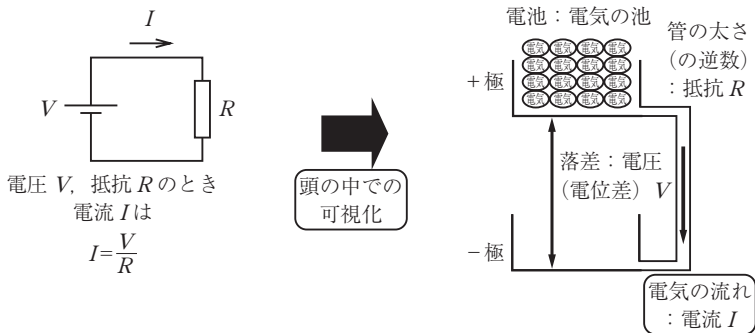

図0.1 オームの法則
さて、小学生あるいは中学生時代から学ぶオームの法則と、それを可視化してみたものをあわせて図0.1に示す。そもそも電池という言葉は「電」気の「池」という漢字があてはめられていることから、図のような「電気」なるものがたくさんたまっているものと考えられるだろう。まずは第一段階として高いほうの池を電池の+極、低いほうの池を-極と仮決めしてみよう。電圧はいわゆるその「電気」なるものがたまる場所の位置の差であり、電池が満タンの場合はすべての「電気」が電圧の値だけ高い位置にある池にたまっており、低いほうの池が「カラ」の状態とイメージできる。電圧は**電位差**とも呼ばれるが、まさしく「電」気的な「位」置の「差」を表している。さて、この電池に抵抗が接続されているということを、高い位置にある池と低いところの池が管によってつながれていると考えてみよう。すると、その管の太さを表す尺度（正確には管の太さの逆数）が抵抗 R と考えられる。言い換えれば、その管の、「電気」の移動を妨げる程度を表すパラメータが抵抗 R となるであろう。そこを通過して「電気」が下に落下する。その際に管を通る「電気」の量が「電」気の「流」れ、すなわち電流である。この可視化されたオームの法則から容易に推測できることは、管が太くなればそれだけ「電気」の移動を妨げる程度が
属端子の「電気」的な「位」置すなわち電位を基準に、コンセント右側の端子の電位が相対的にどのくらいのところに位置するかを各時間ごとに示したものである。電圧波形の①点の時間的瞬間には、左側端子の電位に対して、右側端子の電位が①点のところのグラフの縦軸値 V に対応した分だけ高いことを示しており、③点の瞬間には、左側の電位に対して、右側の電位がそのグラフの縦軸値分 $-V$ だけ高い（表現を変えれば、 V だけ低い）ことを示している。このように左右の電位の差が時々刻々と変わり、その上下関係さえも逆転するコンセントに、例えば電気スタンドをつないだとしよう。電気スタンドの電球も、**図 0.1** に示した抵抗のようなものと考えられるから、左右の電気の池の間を、抵抗値の逆数の太さを持つホースでつなぐようなイメージになるであろう。この場合も、電源の電位差に応じて「電気」が上から下へ落下し、電球はその際に「電気」が失う位置エネルギーを受け取り、熱や光として放出する。この場合、先の**図 0.1** と異なる点は、電位差が時間とともに変化すること